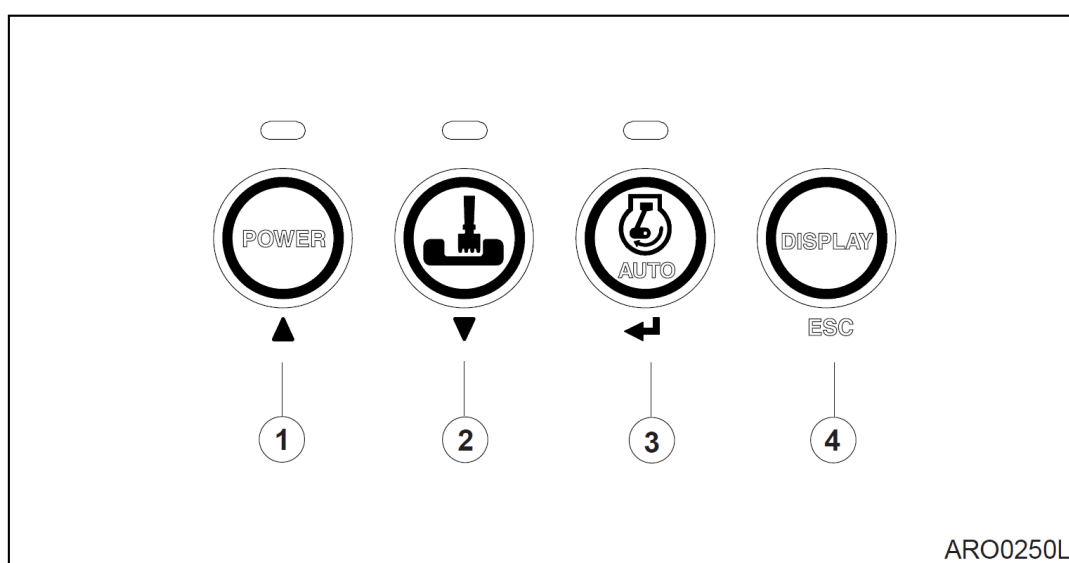

Рис. 18
1. Если кнопку **Escape (ESC, 4** на рис. 18) нажать и удерживать более 1 секунды, то экран особого меню сменится экраном нормального режима.
Различные подменю можно выбрать нажатием кнопки стрелок вверх (1, на рис. 18)» и вниз (2, рис. 18).
При выделенном пункте меню (инверсия цвета) нажать кнопку **ENTER (3, рис. 18)** для подтверждения выбора и для входа в следующее подменю.
1. Вход в подменю: Если курсор находится в "Machine Info" (Информация о машине) на экране специального меню, нажмите кнопку **ENTER (3, рис. 18)** и будет отображаться экран "Machine Info Sub – menu" (подменю Информация от машине).
2. Вход в подменю: Если кнопку **Escape (ESC, 4** на рис. 18) нажать и удерживать более 1 секунды, то экран вернется к предыдущему подменю.
1. Вход в подменю: Если курсор находится в "Failure Info" (Информация об отказах) на экране специального меню, нажмите кнопку **ENTER** (↵, 3, рис. 18) и будет отображаться экран "Failure Info" (Информация об отказах).
2. Вход в подменю: Если кнопку **Escape (ESC, 4** на рис. 18) нажать и удерживать более 1 секунды, то экран вернется к предыдущему состоянию.